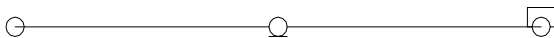

图 2-154 修改喷头
调用修改喷头命令，可以修改指定喷头的样式、插入比例等参数。如图 2-154 所示为修改喷头命令的操作结果。修改喷头命令的执行方式有：
下面以图 2-154 所示的修改喷头结果为例，介绍调用修改喷头命令的方法。
**02** 输入 XGPT 命令按回车键，选择待修改的喷头，按下回车键系统弹出如图 2-156 所示的【编辑喷头】对话框；勾选“修改喷头样式”选项，单击选择下面各喷头样式选项，单击“确定”按钮即可完成喷头样式的修改；结果如图 2-154 所示。
下面以图 2-154 所示的喷头定位结果为例，介绍调用喷头定位命令的方法。